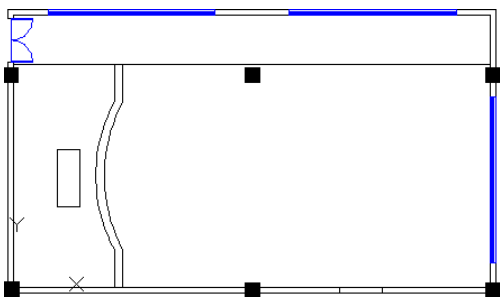

图 17.12.36 绘制矩形 1
Step6. 绘制图 17.12.36 所示的矩形 1。选择下拉菜单 **绘图(D)** → **矩形(R)** 命令，输入矩形的第一点为 (1700,5000)，设定矩形的长度与宽度分别为 800 和 2000。